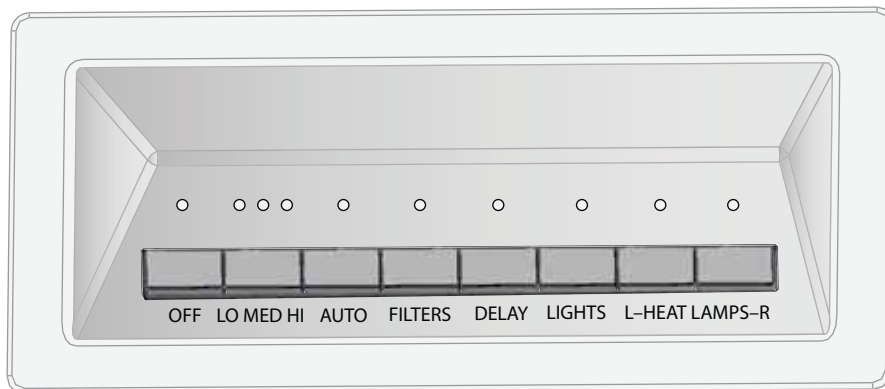

Figura 1: Tablero de control de los modelos de 27 pulg.
- **PHxxGS** — profundidad de 27 pulg. (686 mm), anchuras de 36 pulg. (914 mm), 42 pulg. (1067 mm), 48 pulg. (1219 mm) y 54 pulg. (1372 mm). Los modelos de esta serie se caracterizan por su armazón de acero inoxidable cepillado, sus lámparas halógenas y sus lámparas infrarrojas (vea la figura 1).
- **PHxxHS** — profundidad de 24 pulg. (610 mm), anchuras de 30 pulg. (762 mm), 36 pulg. (914 mm) y 48 pulg. (1219 mm). Los modelos de esta serie se caracterizan por su armazón de acero inoxidable cepillado y sus lámparas halógenas (vea la figura 1).